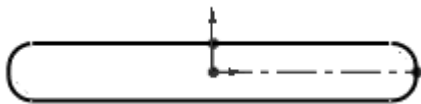

图 10-206 绘制定位草图
⑪ 绘制成型工具定位草图。单击成型工具图 10-205 所示的表面作为基准面，单击“草图”控制面板中的（草图绘制）按钮，然后单击“草图”控制面板中的（转换实体引用）按钮，将选择表面转换成图素。单击“草图”控制面板中的（中心线）按钮，绘制两条互相垂直的中心线，中心线交点与圆心重合，如图 10-206 所示。单击（退出草图）按钮。